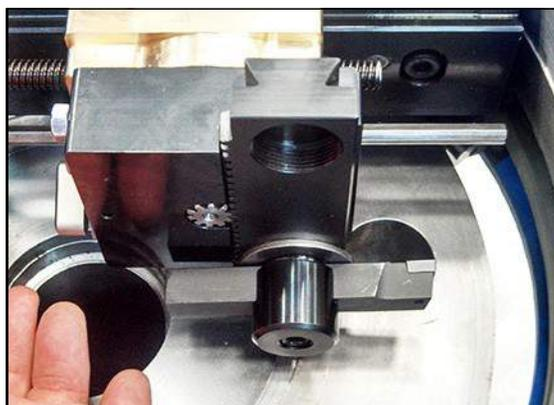

FIGURE 3-23. INSTALLER L'OUTIL HORIZONTALEMENT (FF1200 ILLUSTRÉE)
2. Insérer un outil horizontalement dans le support d'outil (Figure 3-23) et le faire tourner dans la pince jusqu'à atteindre la position désirée.